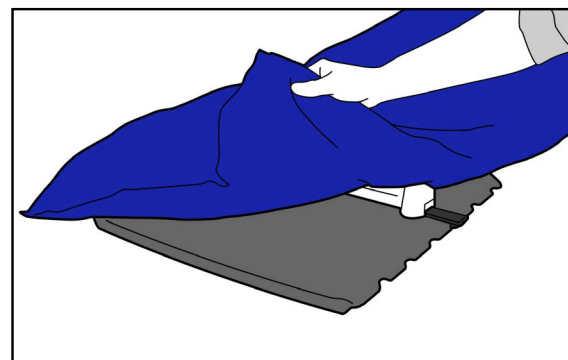

Рис. 6
3. Заполните подушку достаточным объемом воздуха — так, чтобы устранить складки и вмятины. Затем положите подушку на устройство(-а) градуировки (рис. 6).